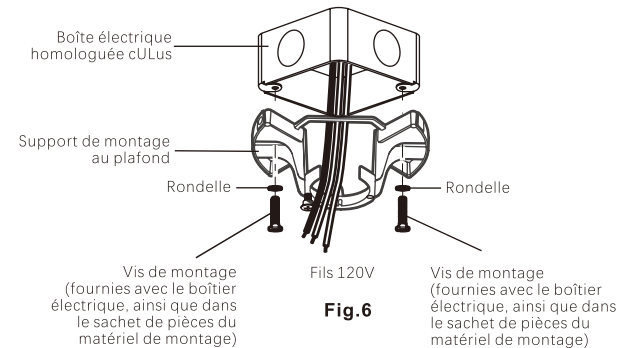

Fig.6
**Étape 3.** Faites passer les fils d'alimentation de 120 volts de la boîte de sortie du plafond par le centre du support de montage au plafond. (Fig.6)
**Étape 4.** Fixez le support de montage au plafond à la boîte de sortie à l'aide des vis et des rondelles fournies avec la boîte de sortie. (Fig.6) (Également fournies dans le sachet de pièces de montage.)